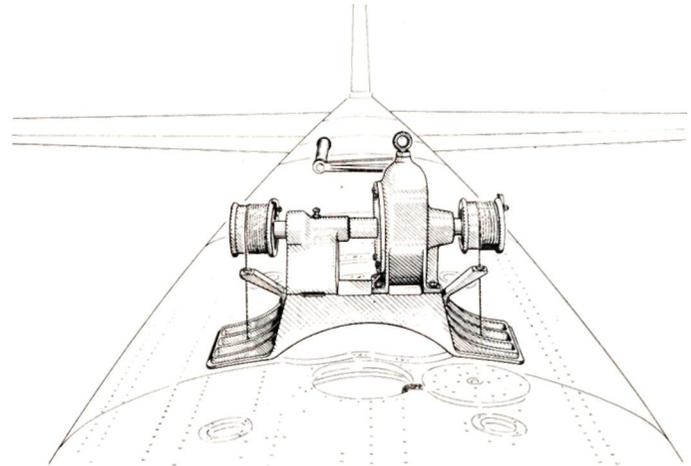
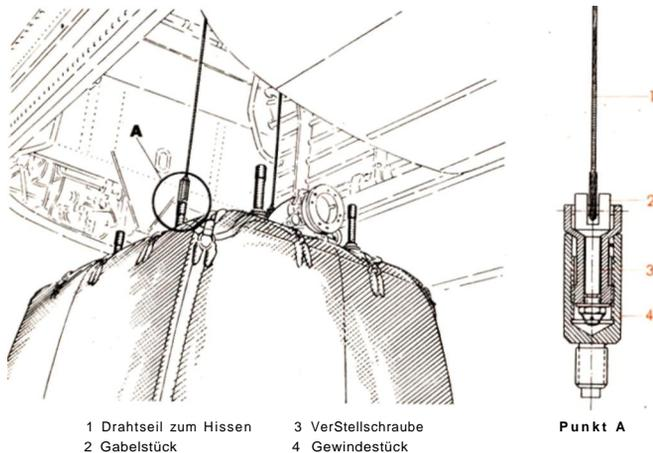

Abb. 14 Winde für Rumpfbehälter
Abb. 15 Hissen des Rumpfbehälters
Hissen und Einbau eines Rumpfbehälters. Nachdem die Winde (Zeichnungs-Nr. 88.970-40) auf den Flugzeugrumpf aufgesetzt ist (siehe Abbildung 14), wird der Behälter unter die Rumpfoffnung gebracht und die beiden Drahtseile mit ihren Gewindestücken auf die zwei mittleren Tragbolzen des Behälters aufgeschraubt (Abb. 15). Danach ist der Behälter durch Drehen der Handkurbel an der Winde zu hissen (Abb. 14). Die Winde ist im Lieferumfang des Gerätes und Sonderwerkzeuges als zusätzliches Gerät gesondert bevorratet.
Sind die Tragbolzen (9) (Abb. 8) in die Lagerungen der Lastenträger (1) eingeführt, dann werden die Scheiben (28) (Abb. 10), Sicherungen (29) und Rundmuttern (22) auf die vorderen und hinteren Tragbolzen und, nachdem die Seile (1) (Abb. 15) der Hebevorrichtung durch Heraus-schrauben der Gewindestücke (4) gelöst sind, auch auf die mittleren